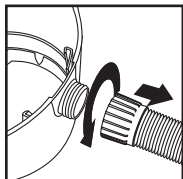

FIGURE 27
39. Dévisser l'écrou de verrouillage du tuyau souple, puis débrancher le tuyau souple de l'aspiration. **FIGURE 27.**